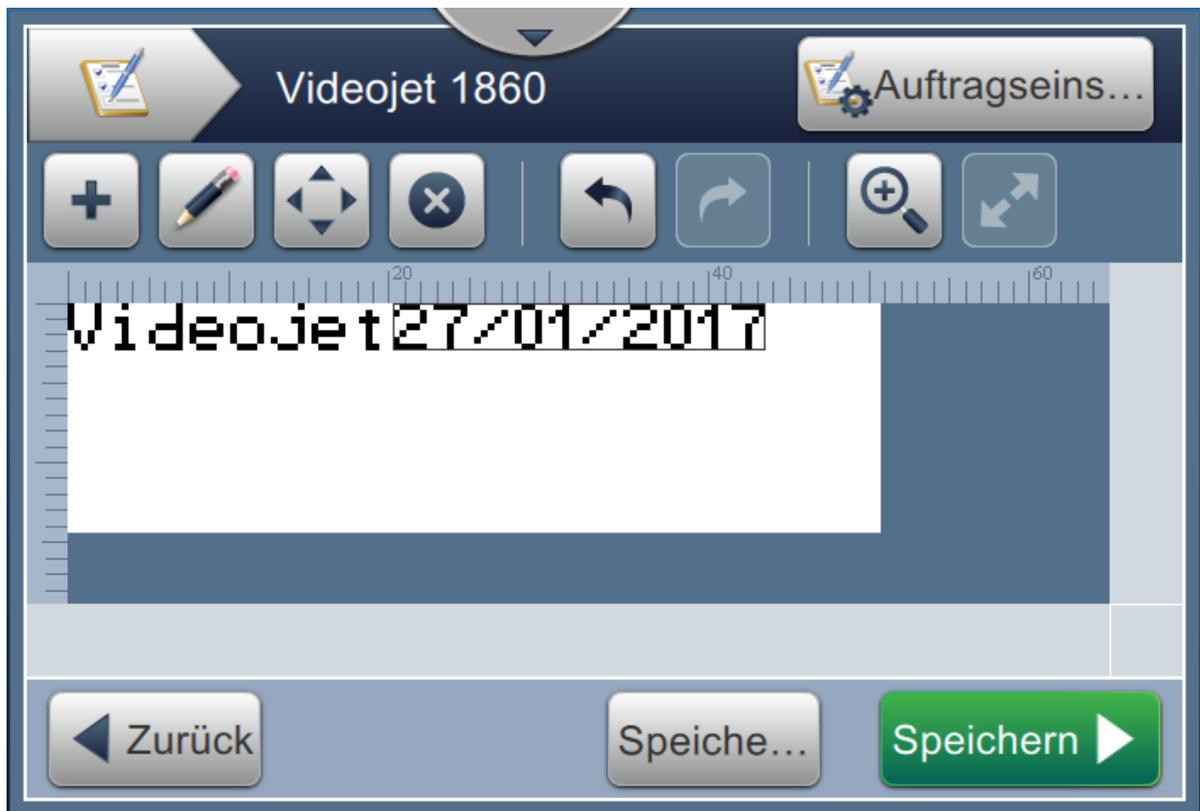

Abbildung 5-20: Datumfeld
21. Berühren Sie die  Schaltfläche, um die vorgenommenen Änderungen zu speichern. Das Datumfeld wird im Auftrag eingefügt (siehe Abbildung 5-20).